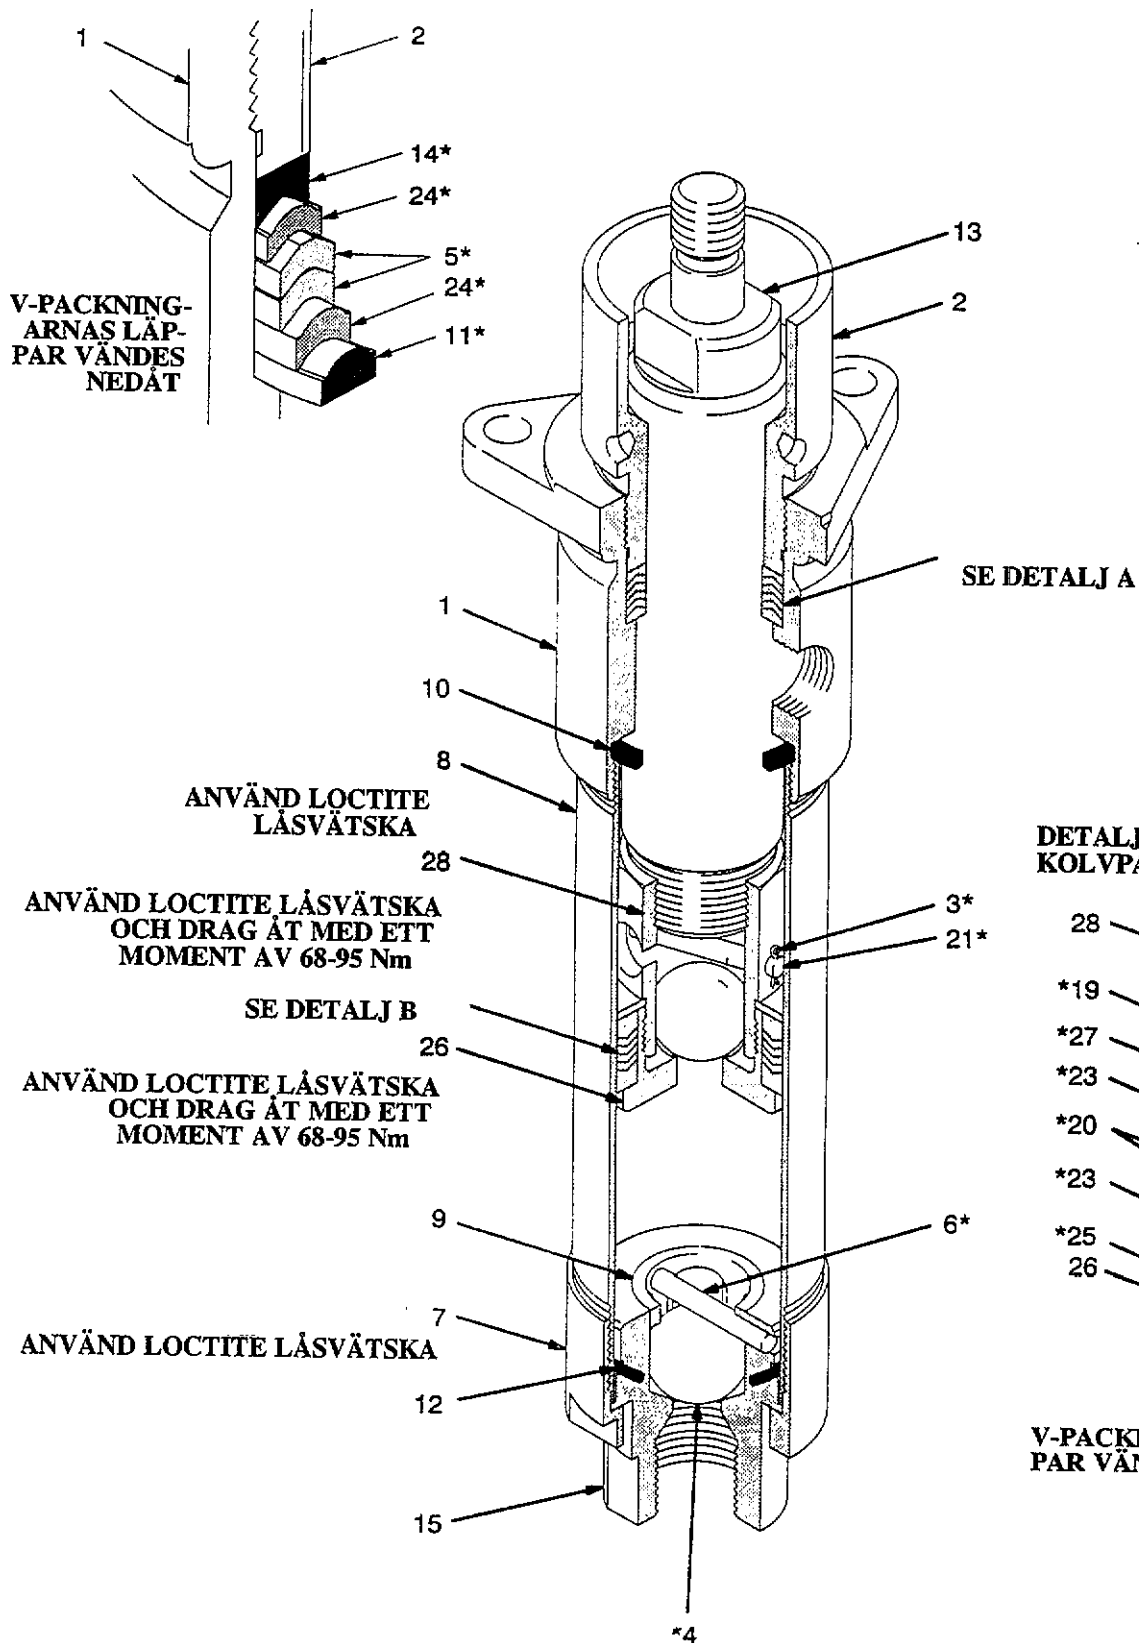

Fig 4
2. Skruva bort låsringen (7) från cylindern (8), se fig 4. Tag bort bottenventilen (15).
3. Tag bort O-ringen (12), kulans stoppinne (6), kulstyrningen (9) och kulan (4) från bottenventilen (15).
4. Lossa på packningsmuttern (2). Tryck ned kolvstången (13) så långt som möjligt och drag den sedan nedåt ut ur cylindern (8).
5. Spänn fast kolvstångens (13) flata sidor i ett skruvstycke med mjuka backar. Skruva ut kolven (28) ur kolvstången med en skiftnyckel över kolvkroppens flata sidor. Tag bort saxpinnen (3) kulans stoppinne (21), observera i vilket hålpar som stopp-pinnen är monterad. Tag sedan bort kulan (4).
6. Spänn fast kolvkroppens flata sidor (28) i ett skruvstycke med mjuka backar och skruva bort kolvventilen (26). Tag bort kolvpackningarna (20,23), glanden (25, 27) och brickan (19).
7. Tag bort packningsmuttern (2), halspackningarna (5,24) och glanden (11,14) från pumphuset.
8. Kontrollera alla delar efter skador. Rengör alla delar och gängor med ett lämpligt lösningsmedel innan de återmonteras. Kontrollera de polerade ytorna på kolvstången (13) och cylindern (8) efter repor, spår eller andra skador, vilket kan förorsaka slitage på packningarna resulterande i läckage. För att kontrollera detta så kan man dels känna med fingertopparna på ytan och vidare kika genom cylinderloppet mot ljuset. Byt ut slitna delar. Se också till att kulsätena på kolven (26) och bottenventilen (15) inte har spår eller slitmärken utan tätar ordentligt.
1. Smörj in halspackningarna med Graco TSL-olja och sätt dem på plats i pumphuset (1) en i taget i följande ordning, *med V-packningarnas läppar vända nedåt*; hanglandet (11*), en V-packning i UHMW polyetylen (24*), två V-packningar i PTFE^R (5*), en V-packning i UHMW polyetylen (24*) och honglandet (14*). Sätt tillbaka packningsmuttern (2) utan att dra åt. Se fig 4.
2. Om cylindern (8) tagits bort så skall den återmonteras i pumphuset (1) med låsvätska på gängorna. Byt O-ringen (10) innan cylindern dras fast.
3. Smörj kolvpackningarna med Graco TSL-olja och sätt dem på plats på kolvventilen (26), en i taget i följande ordning, *med V-packningarnas läppar vända uppåt*; honglandet (25*), en V-packning i UHMW polyetylen (23*), två V-packningar i PTFE^R (20*), en V-packning i UHMW polyetylen (23*), hanglandet (27*) och brickan (19*), se fig 4.
4. Använd Loctite låsvätska och skruva in kolvventilen (26) i kolvkroppen (28). Drag åt med ett moment av 68-95 Nm. Sätt kolvens kula (4*) på plats i ventilsåtet. För in kulans stoppinne (21*) i önskat hålpar och lås med saxpinnarna (3*).
5. Spänn fast kolvstångens (13) flata sidor i ett skruvstycke i mjuka backar. Använd Loctite låsvätska och skruva in kolven på kolvstången. Drag åt med ett moment av 68-95 Nm.
6. För in kolvstången (13) i botten på cylindern (8), se till att cylindern inte skadas. Tryck kolvstången rakt upp tills den sticker upp genom packningsmuttern (2).
7. Sätt kulan (4*), kulstyrningen (9), O-ringen (12) och kulans stoppinne (6*) på plats i bottenventilen (15). Placera bottenventilen i låsringen (17). Använd Loctite låsvätska på låsringen och cylindern (8) och skruva fast låsringen, bottenventilen på cylindern.